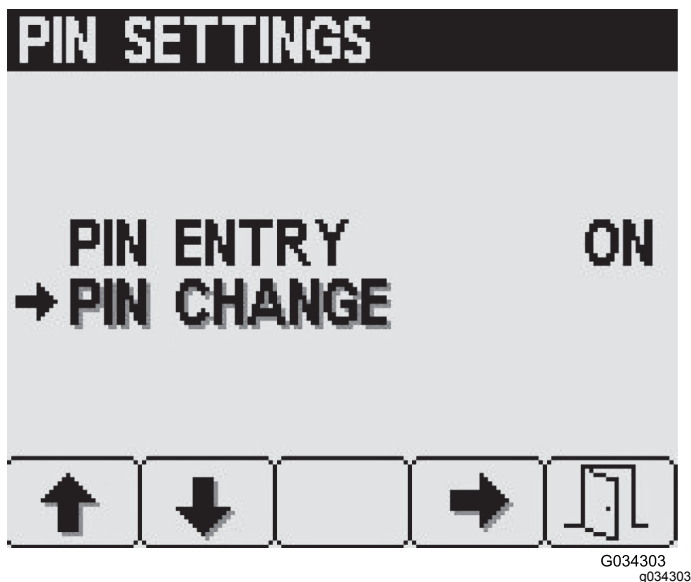

Figure 27
3. Dans l'écran Réglages code PIN, appuyez sur le bouton 2 jusqu'à ce que l'option Modification code PIN soit atteinte, puis appuyez sur le bouton 4 pour la sélectionner (Figure 27).